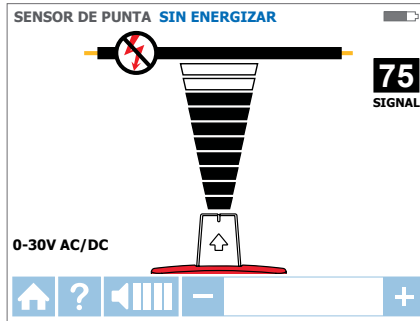

Figura 3.2c: Receptor que muestra la señal detectada en modo de SENSOR DE PUNTA desenergizado
4. Realice una lectura del área de destino con el sensor de punta para buscar el nivel de señal más alto (Figura 3.2c). Al realizar un rastreo, ajuste periódicamente la sensibilidad para mantener la intensidad de señal cerca de 75. Aumente o reduzca la sensibilidad presionando + o - en el teclado. Si la señal es demasiado intensa para una ubicación precisa, cambie el transmisor al modo BAJO.